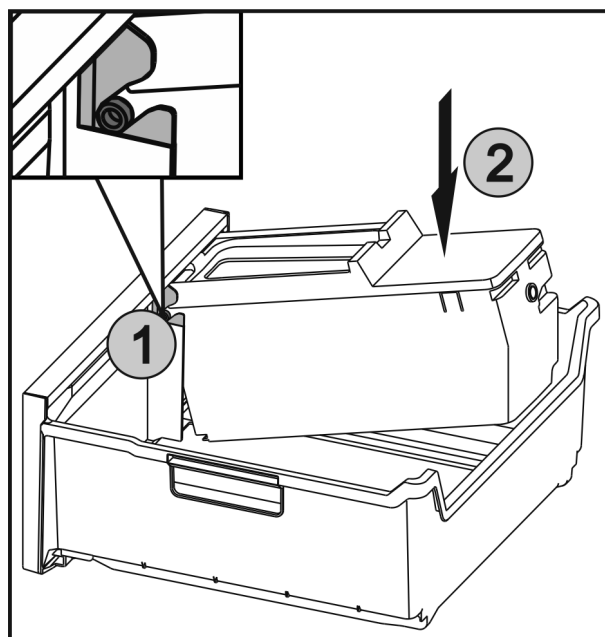

Fig. 53
- ▶ Zasuňte osy Fig. 53 (1) na EasyTwist-Ice do vedení a zatlačte zadní stranu Fig. 53 (2) tak, aby západka zaklapla.